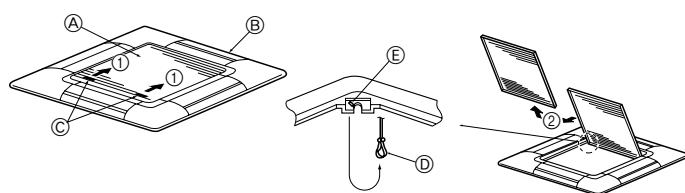

Fig. 5-3
5.2.1. Extracción de la rejilla de admisión (Fig. 5-3)
- Deslice las palancas en la dirección indicada mediante la flecha ① para abrir la rejilla de admisión.
- Con la rejilla de admisión en posición "abierta", extraiga la bisagra de la rejilla de admisión de la rejilla tal y como se indica mediante la flecha ②.